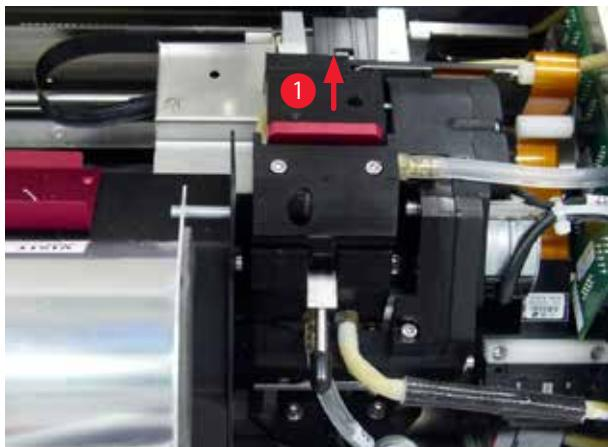

图 49
- 打印头 ("图 49-1") 向上移动到距离密封缘 ("图 49") 大约 1 cm 的位置。